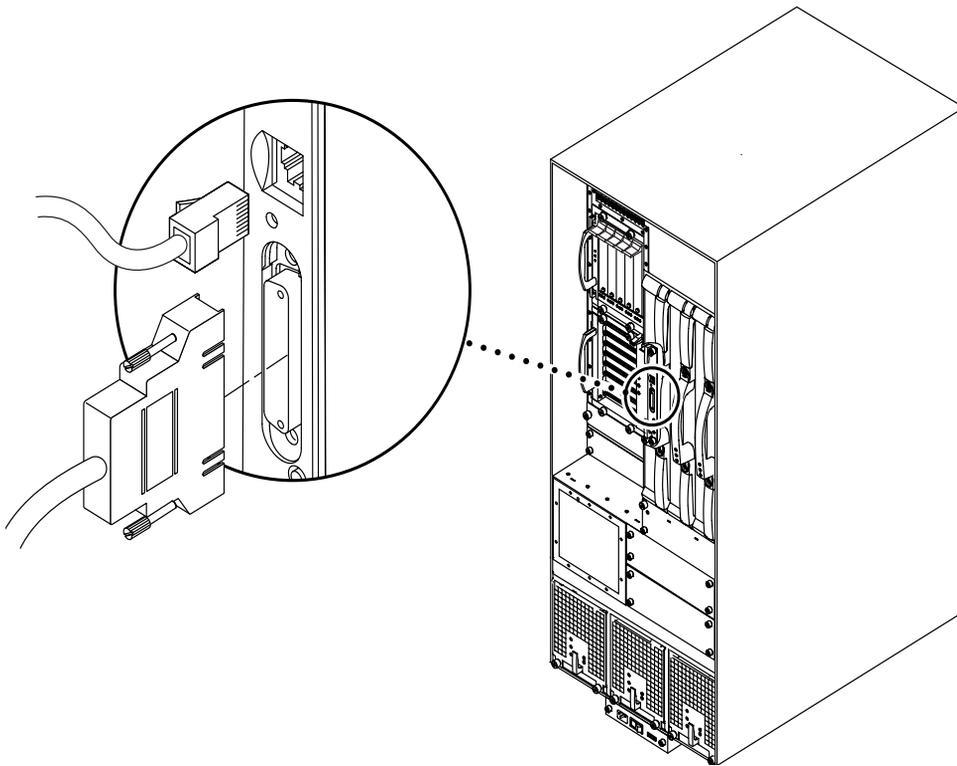

**FIGURE 3-1** Emplacement de l'interrupteur d'alimentation, de la prise du cordon d'alimentation et des blocs d'E/S sur le système Sun Fire 4810
1. **Mettez chaque interrupteur en position off** (FIGURE 3-1).
Les blocs d'E/S fournissent aux domaines une interface réseau et un accès périphérique (FIGURE 3-1).
1. **Connectez une extrémité du câble Ethernet blindé de catégorie 5 au port Ethernet RJ-45 de la carte contrôleur système principale** (FIGURE 3-1).
### 1. Mettez chaque interrupteur en position on (FIGURE 3-1).
### 6. Mettez chaque interrupteur en position on (FIGURE 3-1).